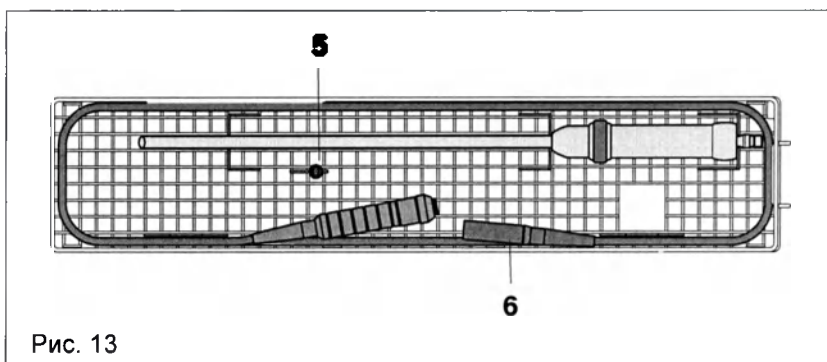

Рис. 13
- ◇ Вставьте соединительную часть источника холодного света (5), съемный кабель камеры (6) и эндоскоп CCD в соответствующие держатели (рис. 13).